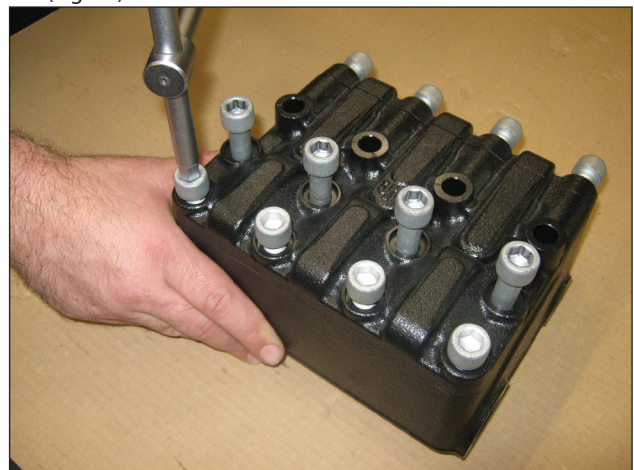
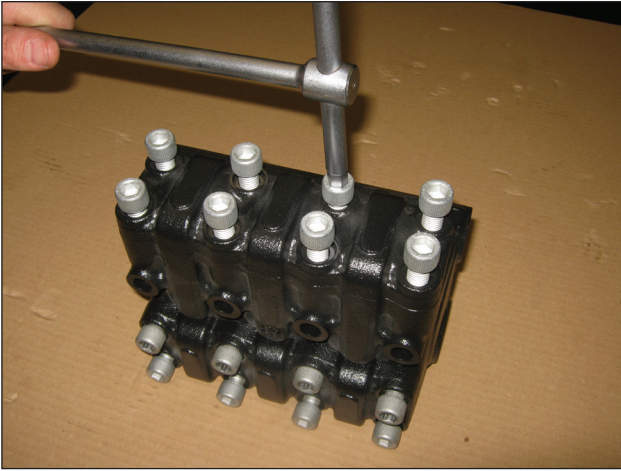

Fig. 16
Fig. 17
- Dévisser les 4 vis M12x130 et les 4 vis M12x45 de fixation du couvercle des soupapes d'aspiration et les 8 vis M12x35 de fixation du couvercle des soupapes de refoulement (Fig. 16 et Fig. 17) ;